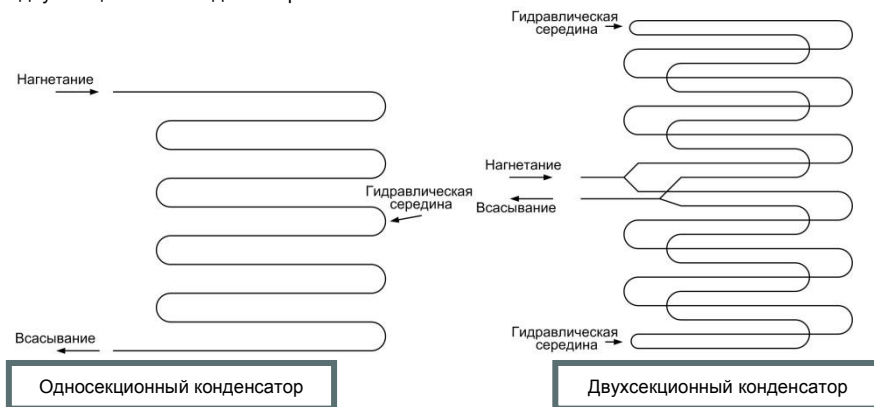

Рис.5. Гидравлическая середина одно и двухсекционных конденсаторов
4. Закрепить датчик температуры со стороны компрессорного отсека на калач медной трубы (см. рис. 4) как можно ближе к гидравлической середине конденсатора, то есть в середине длины змеевика конденсатора. На рис.5 показаны случаи с одно и двухсекционными конденсаторами.